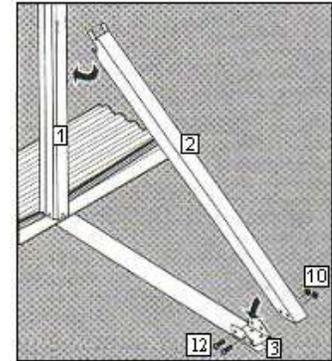

fig. 9
b. Empuje el contrafuerte (2) hacia delante hasta que las cuatro pestañas se vean por el interior del pilar central (1), al mismo tiempo, mueva el extremo inferior del contrafuerte hacia la placa ángulo (3) situado en el tensor de la base, encaje la placa ángulo (3) dentro del contrafuerte (2).
c. Atornille el contrafuerte (2) a la placa inferior (3) mediante dos tornillos (12) y sus correspondientes tuercas (11) (ref. bolsa 557). No apriete en exceso, tan solo lo justo para asegurar un anclaje seguro, fig. 9.